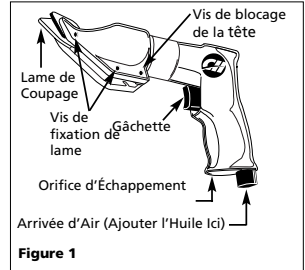

Figure 1
1. Desserrer le vis de blocage de la tête (voir figure 1) et tourner la tête de coupe à la position voulue. Resserrer la vis avant d'utiliser l'appareil.
3. Appuyer sur la gâchette pour commencer le coupage (Voir Figure 1).
2. Retirer les vis qui retiennent la lame (voir figure 1).